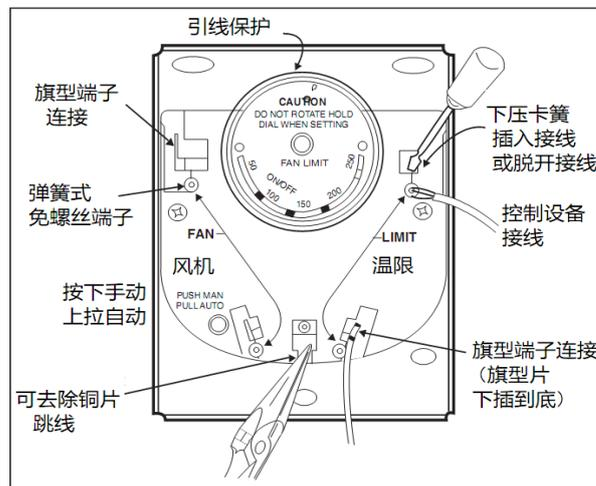

图 5
如图 5 所示，按需接好弹簧式免螺丝端子(标准接线方式)，或旗型端子(需另行采购“旗型端子”配件)。
- (9)跳线：如图 5 所示，黄铜跳线片是分离型。当限温用于低压电路时，必须去掉。要取下跳线，请用尖嘴钳折断并完全取下。一经取下，不可更换。